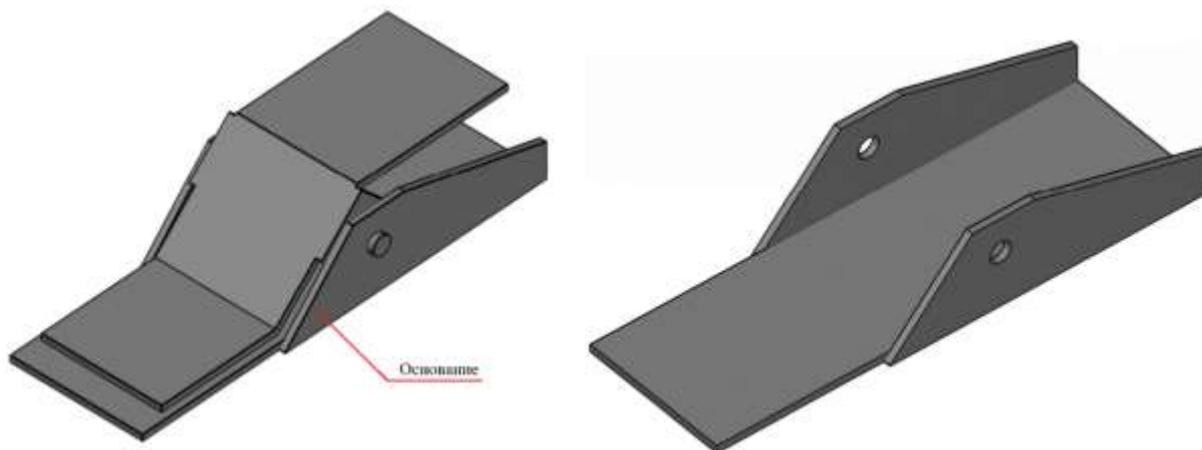
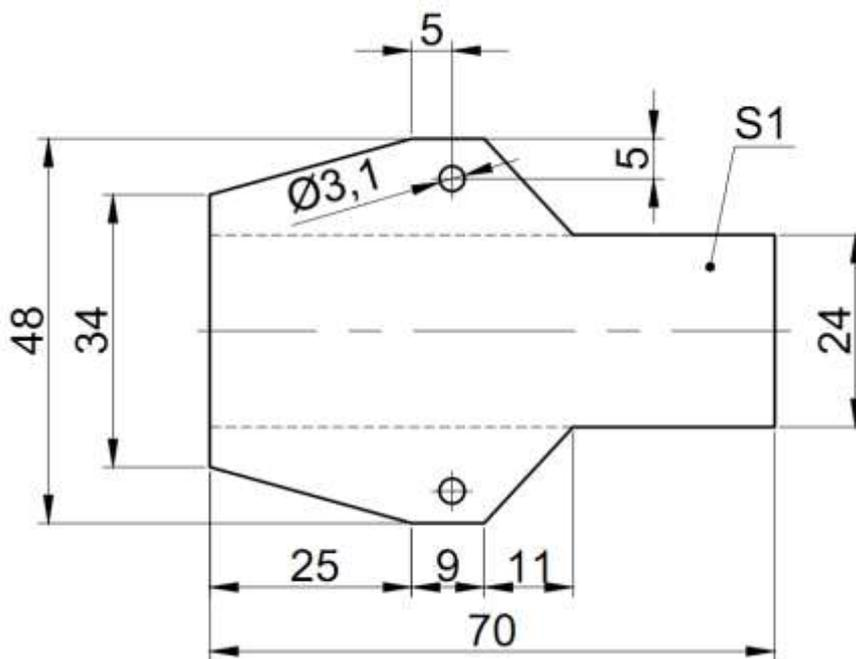

Рис. 1
Рис. 2
1. По данному образцу (Рис. 1) и развёртке (Рис. 2) изготовить П-образное основание прищепки.